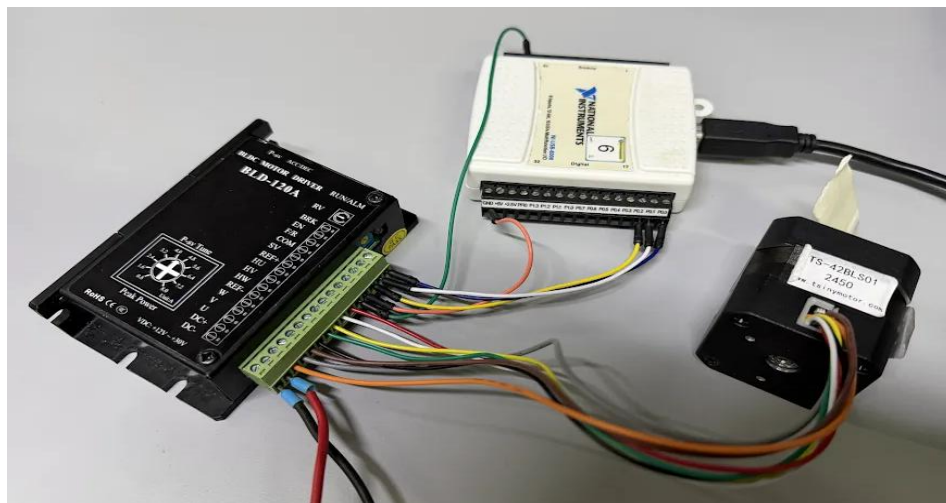
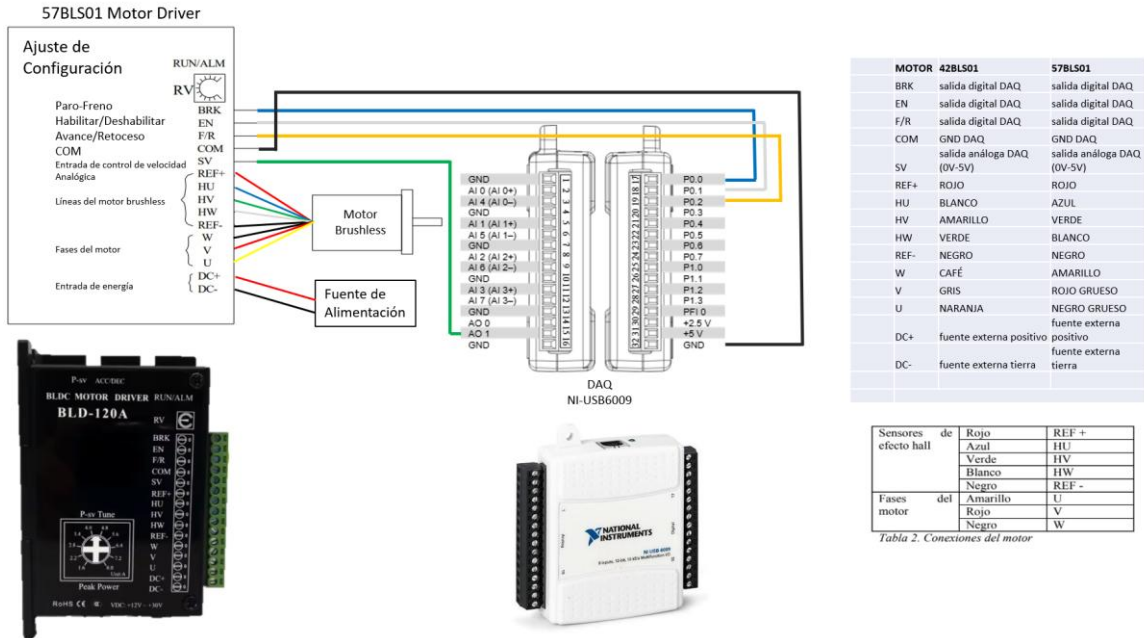

Figura 6.24. Montaje físico de los componentes para la práctica con el motor Brusless
Figura 6.25. Diagrama esquemático de las conexiones con el motor *Brushless*
- Realice el montaje presentado el esquema de la Figura 6.25. Tenga en cuenta el *pinout* consultado previamente del driver del motor Brushless. En la Figura 6.24 se puede ver un ejemplo del montaje físico de los componentes destinados para esta sección como complemento para la práctica.